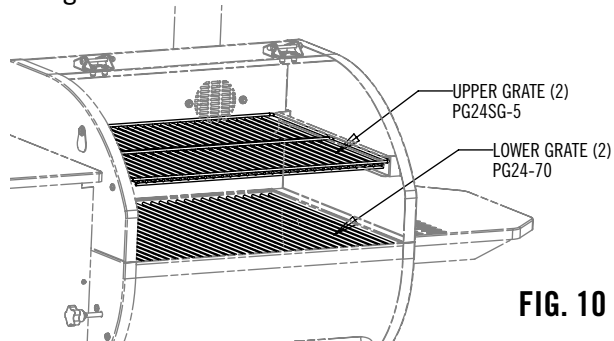

FIG. 10
- Placer la grille de cuisson et la grille facultative de conservation au chaud comme indiqué à la Fig. 10.